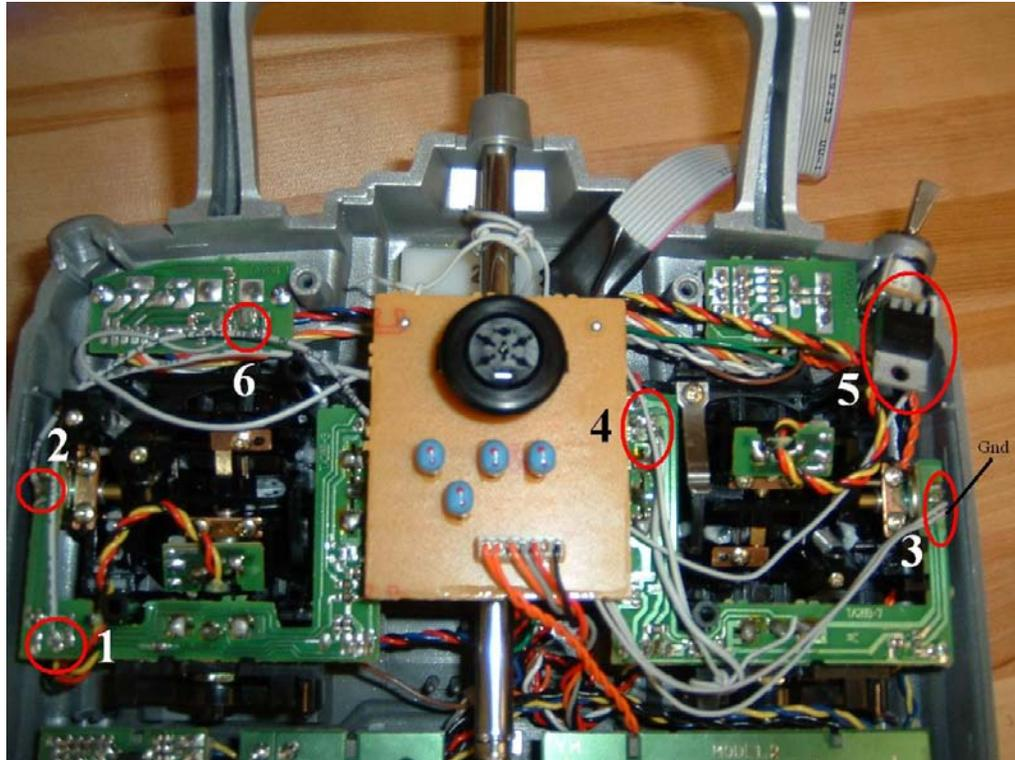

Figure 1. Localisation des modifications effectuées à la manette
La manette Futaba Skysport 6 est très semblable à celle modifiée par l'Université Concordia. Elle possède 6 canaux, dont 4 réglables par deux manches (1 à 4), un tout-ou-rien (5) et un potentiomètre rotatif (6). La figure 1 illustre les soudures effectuées : pour les canaux 1 à 4 et 6, un fil blanc a été soudé sur la patte du milieu du potentiomètre. La masse (GND) a aussi été reliée à côté du canal 3.